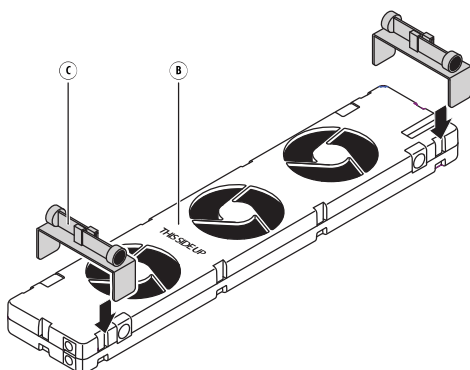

Fig. 5 - Fixation du support au **SpeedComfort** (B1).
1. Connectez les deux **supports** (C1, C2) sur le **SpeedComfort** (B1) (voir fig. 5).
2. Refaites les étapes 1 à 7 comme pour le *radiateur large*. Utilisez les **aimants réglables** (c1, c2, c3, c4) sur les **supports** (C1, C2) pour accrocher le **SpeedComfort** (B1) entre les plaques (voir fig. 5 et 6). Alignez le **SpeedComfort** (B1) sur l'avant du radiateur pour optimiser la ventilation.